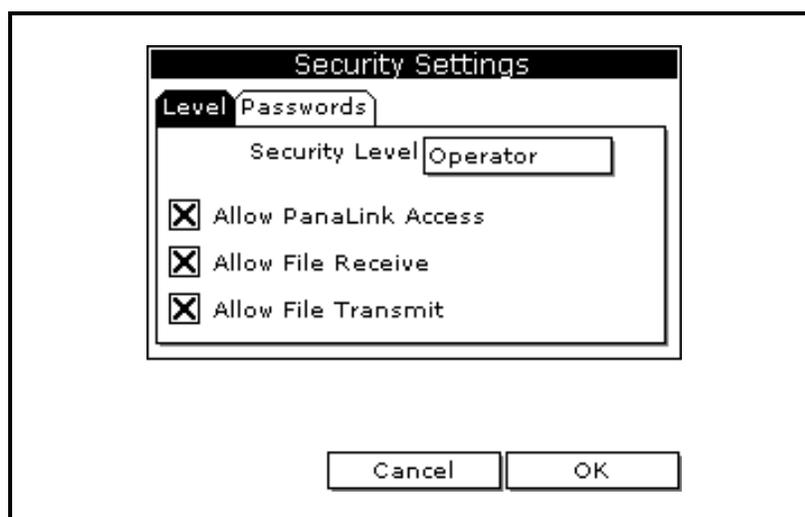

图 5-3 : Security Level (安全级别) 窗口
4. 使用方向键移至 Level (级别) 选项卡, 然后按 [ENTER] (进入)。此时将出现类似于下图 5-3 的屏幕。